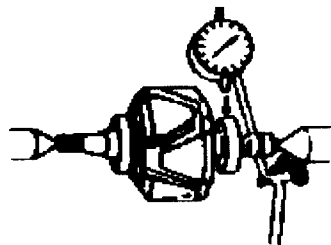

图 1-5
3) 转子铁心及转子轴检查。转子铁心不得有松动现象。转子轴直线度的检查如图 1-5 所示。轴外圆与滑环对其轴线的径向跳动应  $\leq 0.10mm$ ，否则应进行校正。